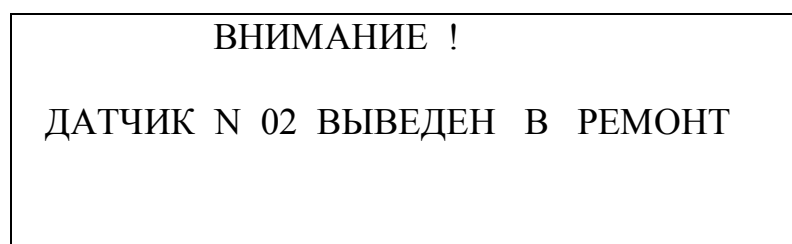

Рисунок 6.
- а) на экране индикатора отобразится сообщение, например, «Внимание! Датчик № 2 выведен в ремонт» (рисунок 6);